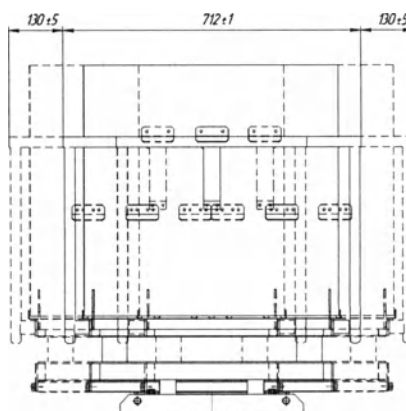

Рисунок 1. Устройство приёмное для перевозки пациентов УП1 ЛУИДОР
3.1. Устройства приёмные для перевозки пациентов УП ЛУИДОР стационарно закрепляются на полу в медицинских салонах автомобилей скорой медицинской помощи (передвижных комплексах медицинского назначения) через четыре крепежных отверстия Ø11 в фундаментной раме устройства (рисунок 1 и 2) с помощью четырех винтов М10*20 (класс прочности винтов не ниже 8.8) к закладным пола (Ω-образный профиль с приваренными резьбовыми втулками, закрепленный к днищу автомобиля заклепками вытяжными 4,8*12 сталь/сталь) с моментом затяжки винтов 45 Нм. На приёмную панель Устройств приёмных для перевозки пациентов УП ЛУИДОР устанавливаются необходимые упоры и запирающие устройства (входят в комплект поставки тележки-каталки) в согласно сопроводительной документации на тележку-каталку.
- перевести приемный щит в открытое положение для чего расфиксировать запорную дугу нажав на скобу-фиксатор, опустить запорную дугу вниз и закрепить на ней приемный щит, см. рисунок 1
- перевести приёмный щит в закрытое положение для чего поднять приёмный щит и зафиксировать его запорной дугой с помощью фиксатора, см. рисунок 1